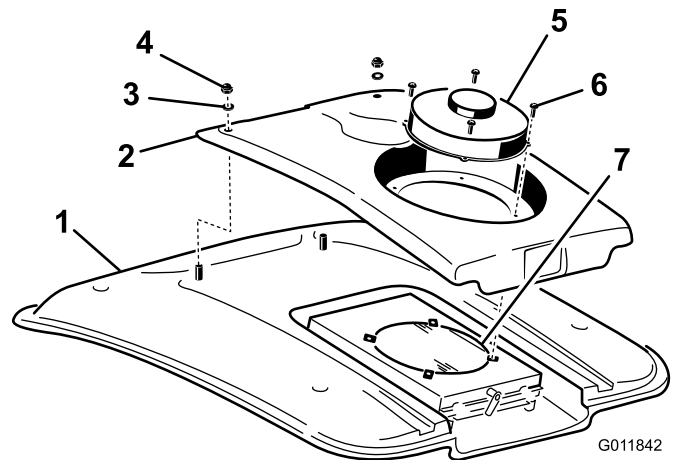

Figure 89
2. Retirez les (4) vis qui fixent le ventilateur et le couvercle du condenseur au support du ventilateur (Figure 89).
4. Retirez les deux écrous et rondelles qui fixent l'avant du couvercle du condenseur au toit de la cabine (Figure 89).
8. Nettoyez soigneusement le condenseur à l'air comprimé (Figure 89).